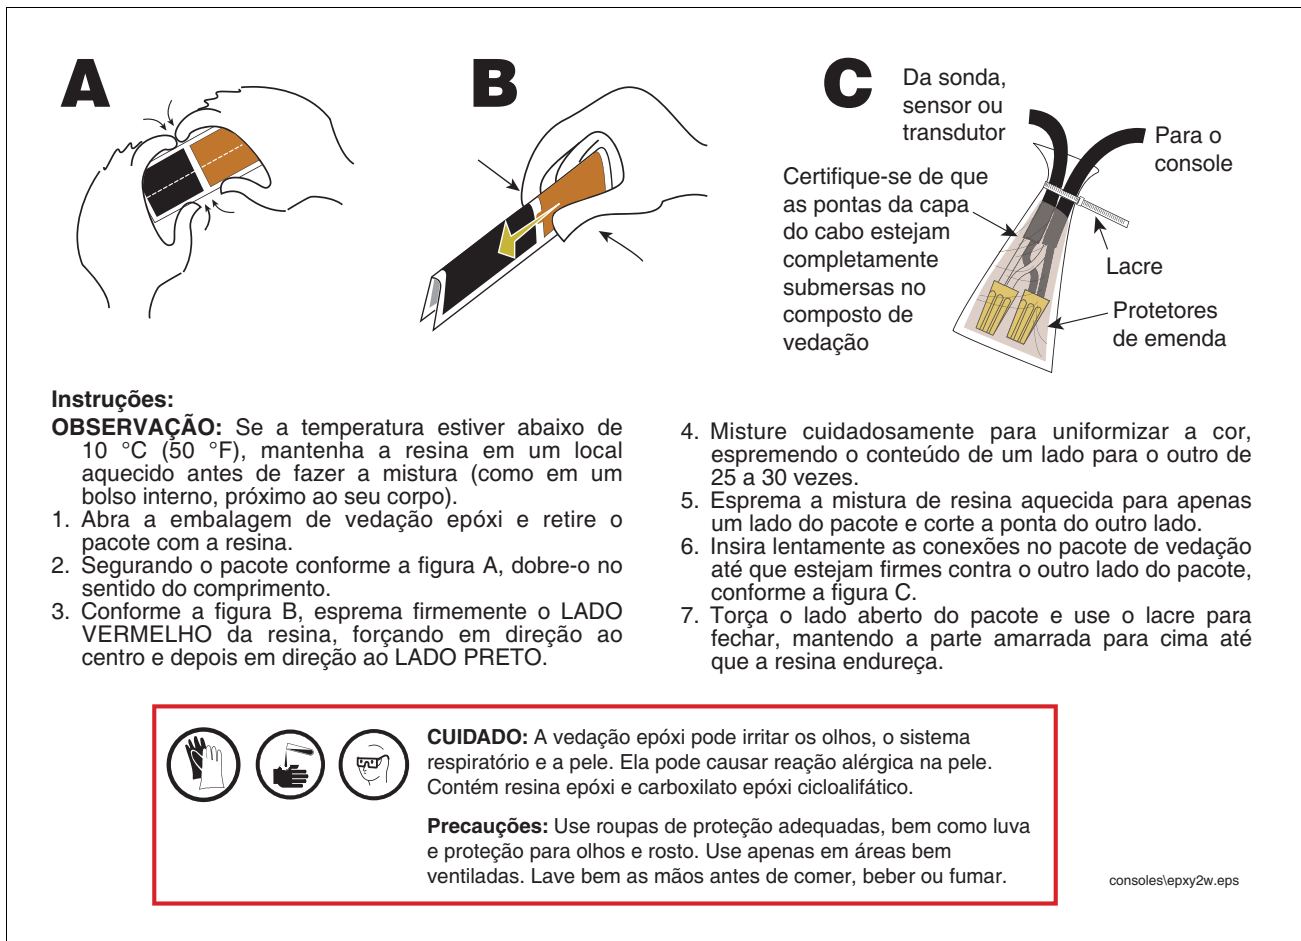

Figura 15. Vedação epóxi das conexões de campo do transdutor de pressão
4. Vede os protetores de emenda usando a vedação epóxi fornecida com cada transdutor. Use um pacote para, no máximo, duas conexões com protetores de emenda. **Certifique-se de que a ponta da capa do cabo esteja submersa no epóxi.** Consulte a Figura 15 sobre a preparação das conexões e vedações epóxi.